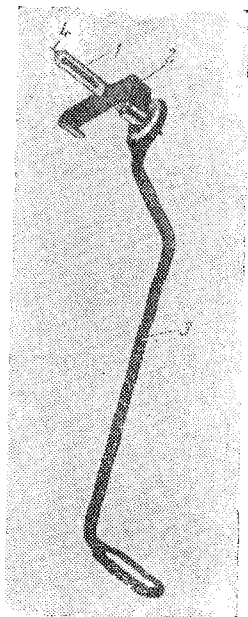

Рис. 41. Вилка:
*Вилка* (рис. 41) служит связным звеном между маятником и ходовым колесом и состоит из вилки, скобы и оси с цапфами.